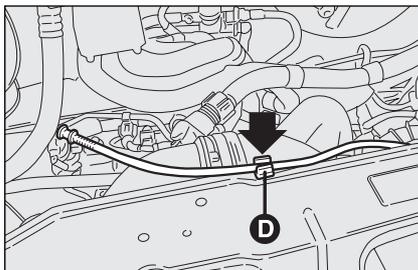
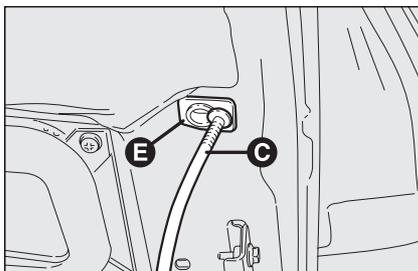

Abb. 102
Abb. 103
- Die Motorhaube anheben, und gleichzeitig den Haltestab **Abb. 102** aus seiner Blockiervorrichtung lösen **D**, dann das Endstück **C-Abb. 103** des Haltestabs in die Aufnahme **E** der Motorhaube einsetzen.
- Die Motorhaube mit einer Hand nach oben halten und mit der anderen den Haltestab **C-Abb. 103** aus der Aufnahme **E** herausnehmen und wieder in seine Blockiervorrichtung **D-Abb. 102** einführen;